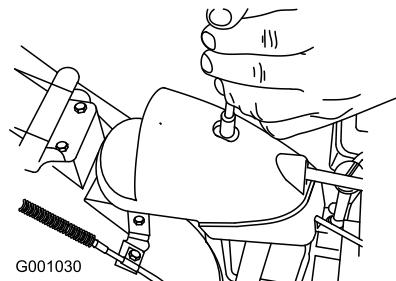

Рисунок 49
1. Снимите крепежные детали на крышки редуктора (Рисунок 49), поднимите переднюю часть крышки и сдвиньте ее дальше назад.